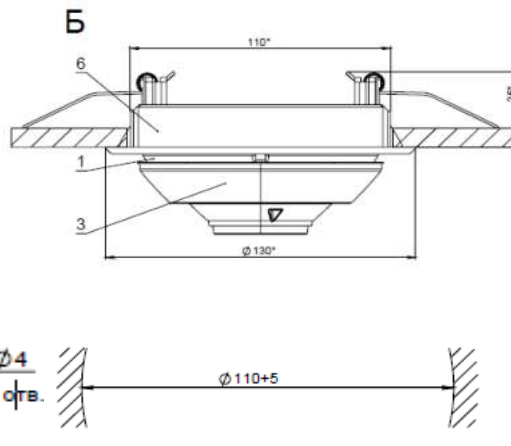

Рисунок 3
5.2 Для крепления извещателя к огнестойким плитам подвесного потолка используется монтажный комплект «МК-2» или «МК-3» для крепления базы извещателя (рис.3 поз.1). Сделайте монтажное отверстие под монтажный комплект в соответствии с разметкой (рис.3).
5.3 До окончания монтажных работ дымовую камеру извещателя рекомендуется закрывать защитным колпаком из комплекта поставки (рис.3, поз.3)